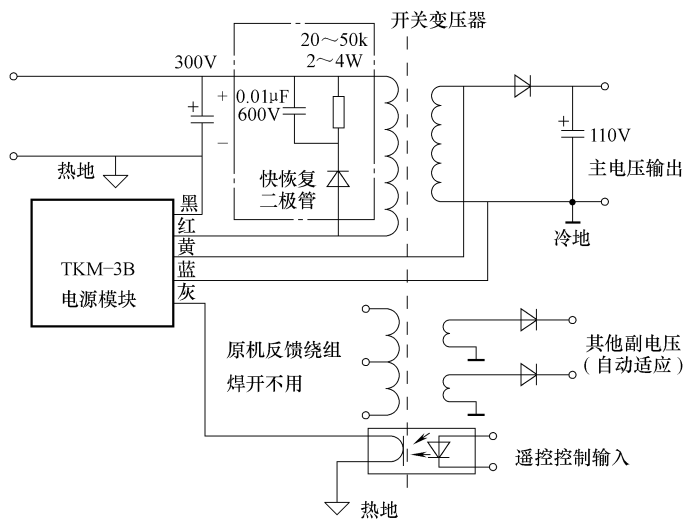

图 3-15 并联型开关电源的代换
1) 以 TKM-3B 并联型开关电源模块为例进行介绍。该开关电源模块适用于并联型开关电源的机型，只需要原机的整流滤波电路和开关变压器良好即可。该模块设有 5 根外接线，分别为红、黑、黄、蓝、灰，其中，灰色为开关机的控制线。若原开关电源是继电器或手动控制开关机的机型，则该线可不接入，如图 3-15 所示。